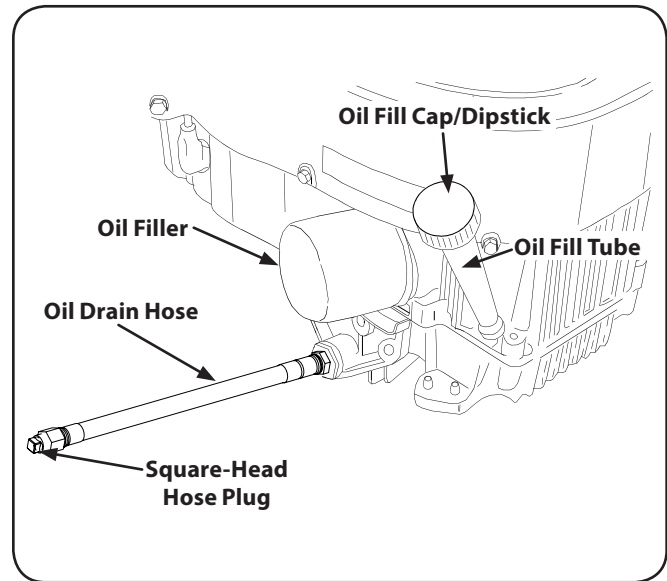

Figura 6-2
4. Si su motor tiene la configuración de la manguera de drenaje de aceite en la Figura 6-2, consulte la sección de la manguera de drenaje de aceite por debajo de.
2. Mientras sujeta el extremo libre de la manguera de drenaje de aceite en el depósito de recogida de aceite, desenroscar el tapón de la manguera de cabeza cuadrada en el extremo de la manguera. Vea la Figura 6-2. Escorrir el aceite de motor en el contenedor de recogida.